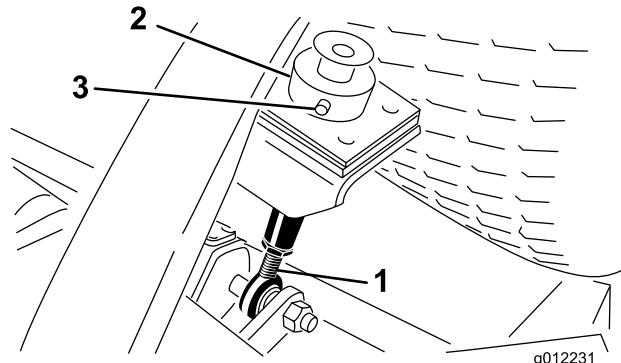

Figura 9
6. Retire el pasador de horquilla y el pasador que fijan el collar de ajuste de la altura de corte a la varilla de ajuste de la altura de corte en la parte trasera de la unidad de corte (Figura 9).